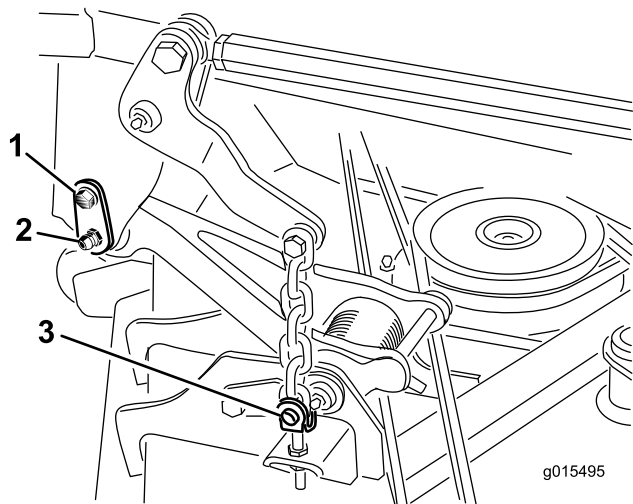

図 1
- リテーナピンをキャリアフレームに接続しているショルダ付きねじを外す 図 1。
8. デッキの昇降チェーンをカッティングデッキの調整クレビスに固定しているリングピン4本とクレビスピンを取り外す 図 1。